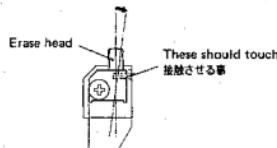

Fig. 4-8
Note 2 : When the erase head has been replaced, install it as shown in Fig.4-8.
2. 消去ヘッドを交換したときは、Fig.4-8 のように取付ける。